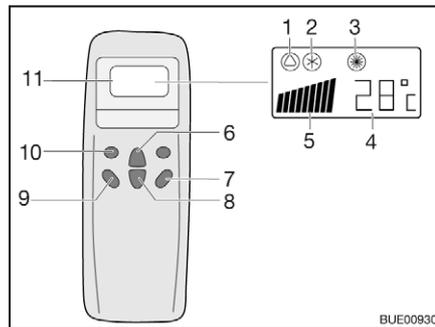
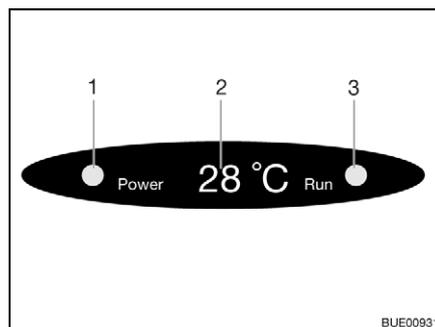

Fig. 121 Telecomando
Fig. 122 Display su diffusore
- Premere il tasto "ON/OFF" (Fig. 121,7).
- Premere il tasto "Mode" (Fig. 121,10) spesso, finché la modalità desiderata (Fig. 121,1, 2 o 3) viene visualizzata sul display. La spia di controllo relativa sul display sul diffusore (Fig. 122,3) si accende.
- Con i tasti di aumento della temperatura (Fig. 121,6) o di riduzione della temperatura (Fig. 121,8) regolare la temperatura desiderata.
- Con il tasto numero di giri ventola (Fig. 121,9) selezionare il livello desiderato per la ventola.